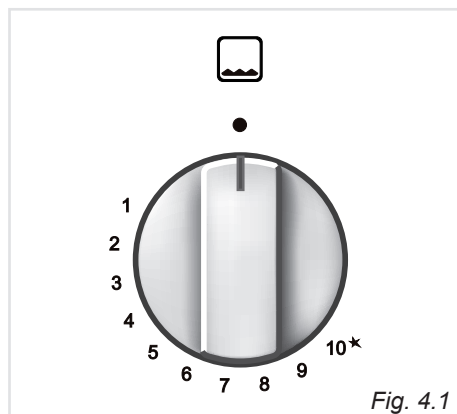

Fig. 4.1
I numeri da **1** a **10**, stampigliati sul pannello comandi in corrispondenza della manopola del termostato "gas" (fig. 4.1) indicano in modo crescente il valore della temperatura del forno come indicato nella tabella qui sotto riportata.
2. Premere leggermente la manopola del termostato e ruotarla in senso antiorario fino alla posizione **10** in corrispondenza del simbolo ★ (fig. 4.1); quindi premere a fondo la manopola per aprire l'erogazione del gas ed attivare l'accensione elettrica.